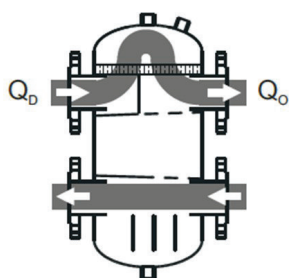

Fig 1
- Fig 1 – Flödet på primärsidan är lika stort som flödet på sekundärsidan. Mängden värme som levereras är lika stor som mängden värme som förbrukas.